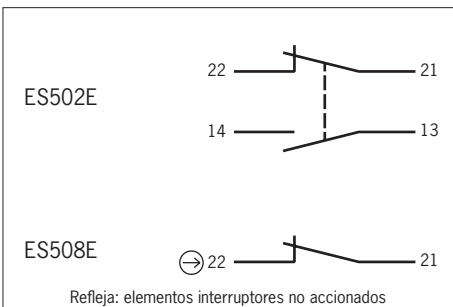

Figura 1: elementos interruptores y asignación de contactos
- ▶ Asignación de contactos, véase la figura 1.